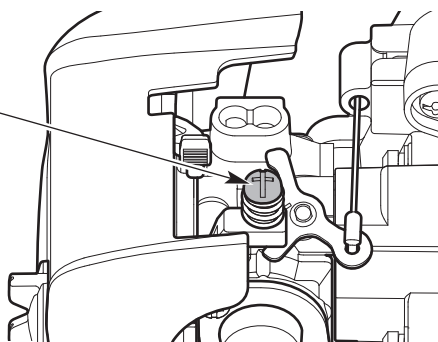

Fig. 14
- Si le moteur s'arrête, augmentez le régime de ralenti. Utilisez un petit tournevis cruciforme pour tourner la vis de ralenti vers la droite, de 1/8 de tour à la fois, et ce, jusqu'à ce que le moteur tourne bien au ralenti (Fig. 14).
- Si les dents tournent lorsque le moteur est au ralenti, réduisez le régime de ralenti. Tournez la vis de ralenti dans le sens antihoraire, et ce, de 1/8 de tour à la fois, jusqu'à ce que les dents cessent de bouger (Fig. 14).